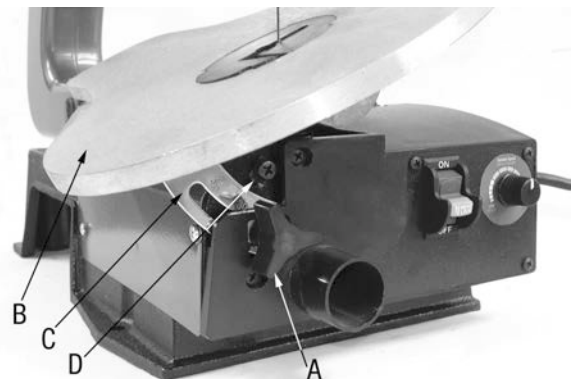
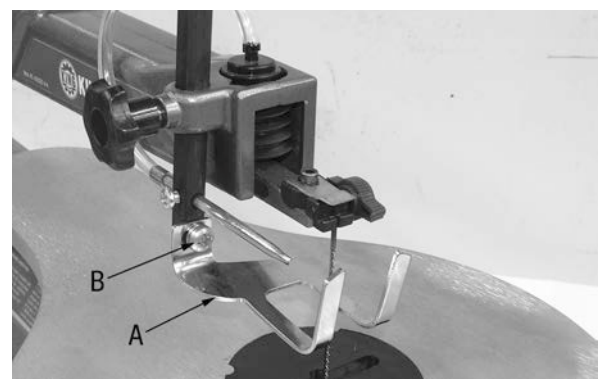

Figure 4
Figure 6
1. Désserrez le bouton de verrouillage de la table (A) Fig.4, la table peut être inclinée à la gauche et verrouiller à un angle de 0° en position de coupe horizontale et jusqu'à 45° en position de coupe en biseau.
2. Une échelle de degrés (C) est fournie sous la table comme référence pour l'ajustement approximatif de l'angle de la table pour une coupe en biseau. Quand une précision plus haute est voulue, faites des coupes de pratique et ajuster la table telle que nécessaire.
3. REMARQUE: Quand vous coupez en angle, le soutien de pièces (A) Fig.6 peut être incliné parallèlement à la table contre la pièce de travail. Pour incliner le soutien de pièces, desserrez la vis à tête bombée (B) qui retient le soutien de pièces et inclinez-le parallèlement à la table et reserrer la vis à tête bombée.
1. Désserrez le bouton de verrouillage de la table (A) Fig.4 et placez la table (B) perpendiculairement, ou à un angle droit de la lame.
3. Désserrez la vis qui retient l'indicateur (D) Fig.4, placez l'indicateur à 0 degré et serrer la vis. N'oubliez pas que l'échelle de degrés est un guide mais ne comptez pas sur cela pour la plus haute des précisions. Faites des coupes de pratique et ajustez l'angle de la table tel que requis.